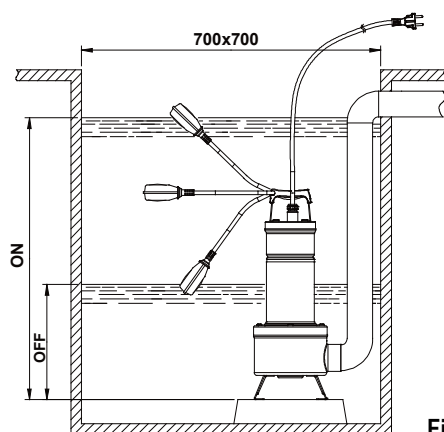

Fig.1
- 4.1 Nel caso in cui il fondo del pozzetto, dove la pompa dovrà funzionare, presentasse notevole sporcizia, è opportuno prevedere un supporto dove appoggiare la pompa al fine di evitare intasamenti (**Fig.1**)
- 4.4 Per la versione provvista di interruttore a galleggiante, accertarsi che quest'ultimo possa muoversi liberamente (VEDI PARAGRAFO REGOLAZIONE INTERRUOTORE A GALLEGGIANTE). Prevedere dei pozzetti di alloggiamento aventi dimensioni minime come indicato in **Fig.1**. Il pozzetto dovrà sempre essere dimensionato anche in relazione alla quantità d'acqua in arrivo ed alla portata della pompa in modo da non sottoporre il motore ad eccessivi avviamenti.